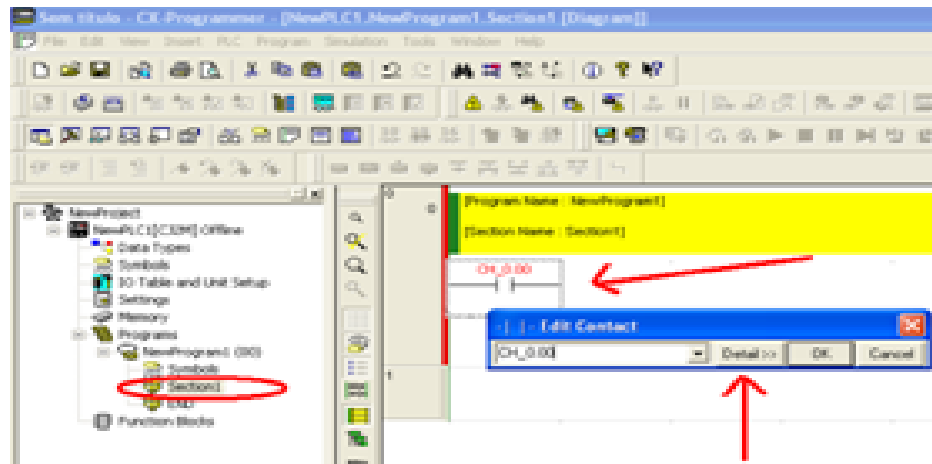

Figura 15: Abertura de seção de programação do diagrama Ladder
- 3.9 Abrir a seção de trabalho para edição da lógica Ladder: a **Figura 15** demonstra a inserção de uma entrada lógica (Chave **CH_0.00**) na primeira linha de comando do Ladder. Essa operação é realizada frequentemente e para realiza-la deve-se abrir a área de trabalho na janela de projeto. Selecionar a opção **Section1**, executar um duplo nessa opção para que ocorra a habilitação da barra de componentes (na parte superior da janela) e do ambiente de edição destes componentes (Bobinas, Contatos, Bloco de função, etc.). Opcionalmente, clicando-se com o botão direito do mouse na opção **Section1** selecionar **Open** para habilitação da edição do diagrama Ladder nessa seção.